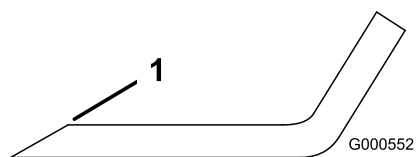

Figura 59
1. Utilice una lima para afilar el filo de corte en ambos extremos de la cuchilla (Figura 59).
Nota: Si la cuchilla no está equilibrada, rebaje algo del metal en la parte de la vela solamente con una lima (Figura 59).